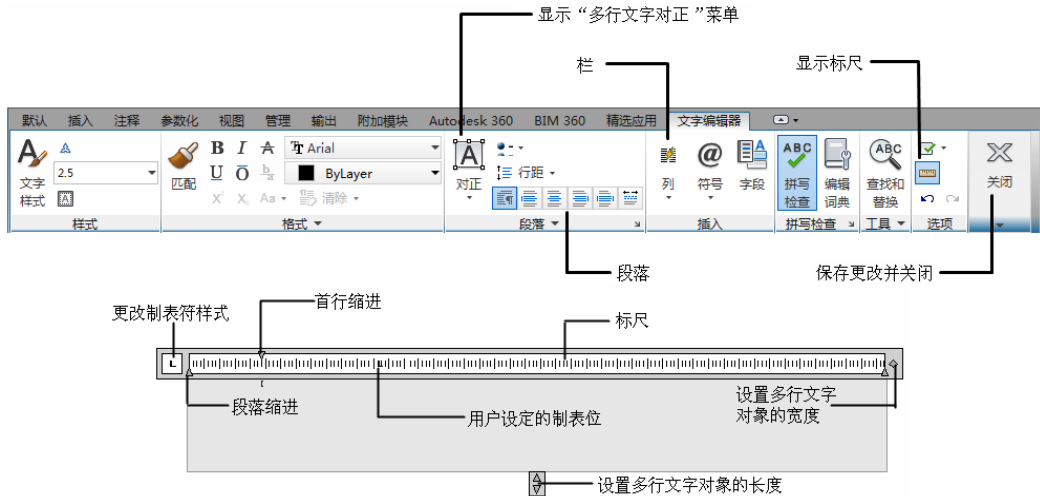

图 6-10 “文字格式”对话框和多行文字编辑器
(1) 指定对角点：直接在屏幕上点取一个点作为矩形框的第二个角点，AutoCAD以这两个点为对角点形成一个矩形区域，其宽度作为将来要标注的多行文本的宽度，而且第一个点作为第一行文本顶线的起点。响应后AutoCAD打开如图6-10所示的多行文字编辑器，可利用此对话框与编辑器输入多行文本并对其格式进行设置。关于对话框中各项的含义与编辑器功能，稍后再详细介绍。
在创建多行文本时, 只要给出了文本行的起始点和宽度后, AutoCAD就会打开图6-10所示的多行文字编辑器, 该编辑器包含一个“文字格式”对话框和一个右键快捷菜单。用户可以在编辑器中输入和编辑多行文本, 包括设置字高、文本样式以及倾斜角度等。